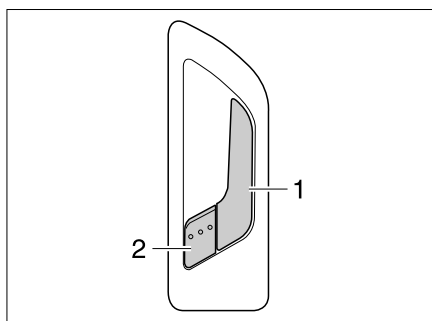

Bild 26 Türschloss Eingangstür, innen
**Öffnen:** ■ Am Griff (Bild 26,1) ziehen. Das Türschloss wird entriegelt. Der Sicherheitshebel (Bild 26,2) springt automatisch heraus.
**Verriegeln:** ■ Den Sicherheitshebel (Bild 26,2) drücken.